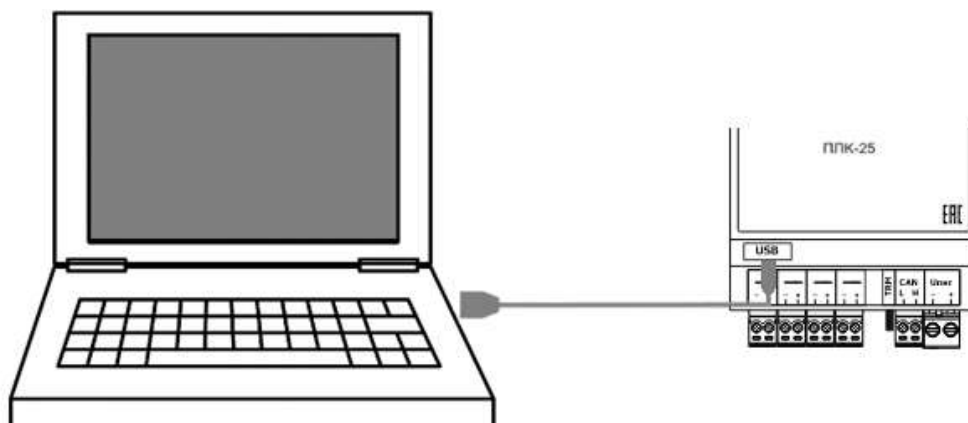

Рисунок 2 – Подключение ПЛК к ПК
2. Соединить ПЛК с ПК с помощью mini-USB-кабеля (см. рисунок 2), подать питание на контроллер (см п. 8.1).